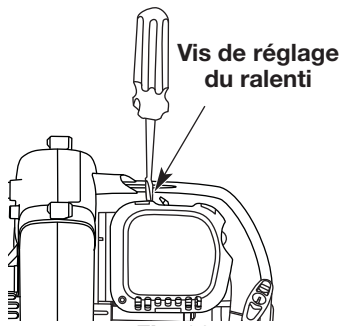

Fig. 26
La vitesse de ralenti du moteur est réglable à l'aide d'une vis de réglage accessible par un trou situé sur le dessus du couvercle du moteur (Fig. 26).
- Relâchez la manette des gaz et laissez le moteur tourner au ralenti. Si le moteur s'arrête, insérez un tournevis cruciforme entre la couverture du filtre à air et celle du moteur (Fig. 26). Tournez la vis du ralenti dans le sens des aiguilles d'une montre, 1/8 de tour à la fois (selon le besoin) jusqu'à ce que le moteur tourne au ralenti sans à-coups.